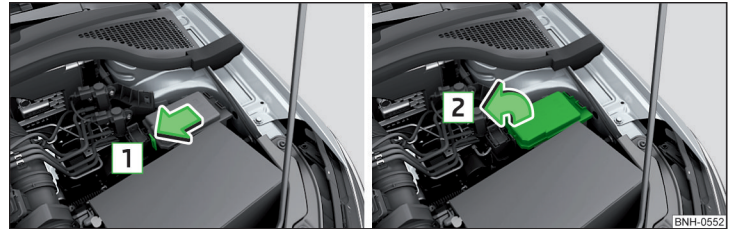
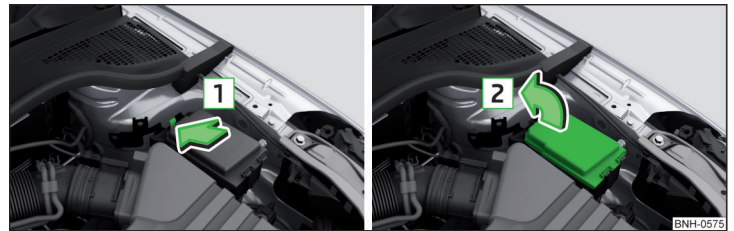

Abb. 260 Abdeckung des Sicherungskastens - Variante 1
Abb. 261 Abdeckung des Sicherungskastens - Variante 2
- Die Verriegelungstaste der Abdeckung in Pfeilrichtung **1** » Abb. 260 bzw. » Abb. 261 drücken und die Abdeckung in Pfeilrichtung **2** abnehmen.